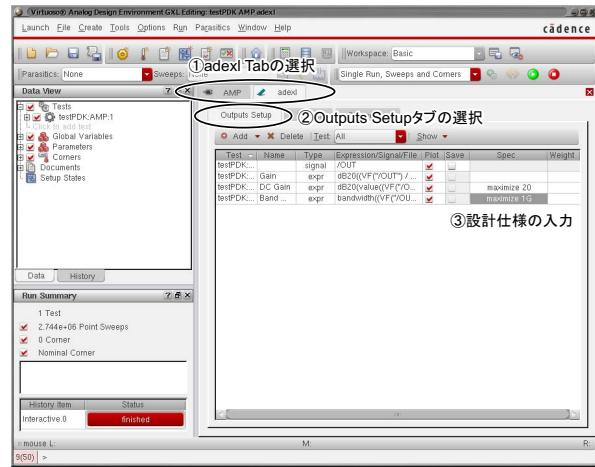

図 88: アンプの設計仕様の入力
1. 図 88 中に示すように、ADE GXL ウィンドウ内のタブから、adexl タブを選択して再度シミュレーション結果が表示された状態にする。
6. 仕様の設定が終了すると、図 88 に示すような状態になる。